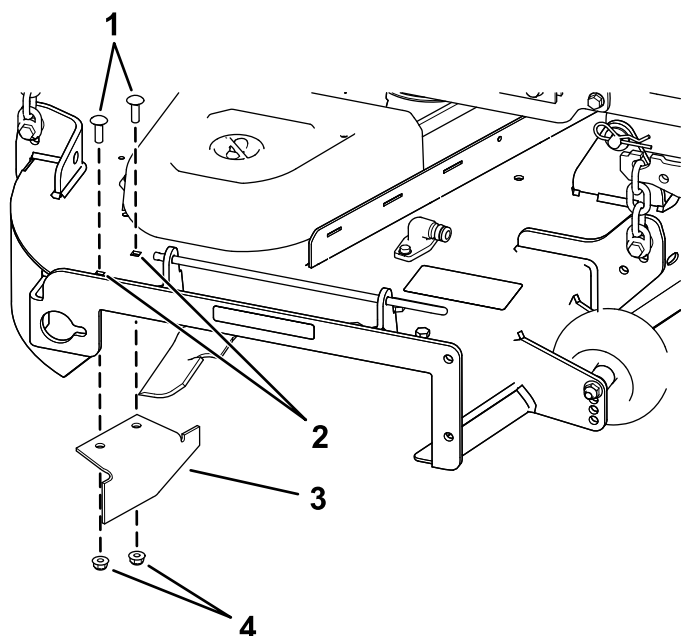

Figura 38
- Localice el tabique en la bolsa de piezas sueltas, retire las fijaciones de los taladros traseros de la placa de descarga, e instale el tabique en el orificio de descarga lateral de la carcasa del cortacésped (Figura 38).